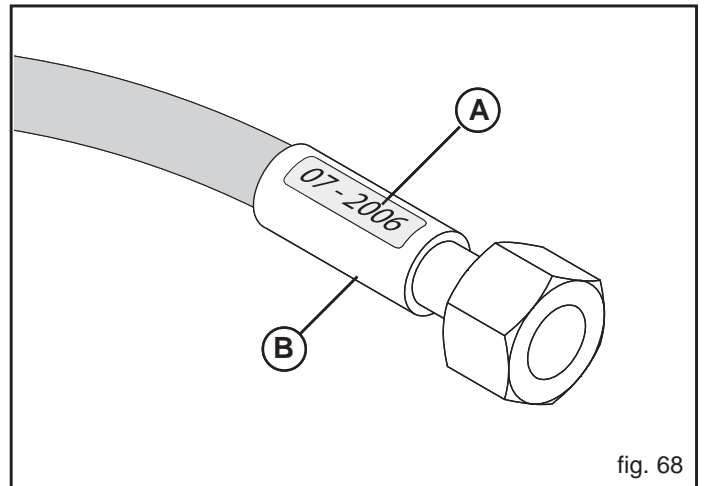

fig. 68
- Ölhydraulische Rohre dürfen nicht länger als 5 Jahre verwendet werden, auch wenn sie nicht benützt werden (natürliche Alterung). Auf Abbildung 68 (A) ist ein Beispiel zum Produktionsjahr der ölhydraulischen Rohre angegeben.
- Lecks in der Nähe der Einlagen (B, Abb. 68);
- Korrosion der Einlagen (B, Abb. 68);
- mehr als 5 Jahre seit dem Produktionsdatum vergangen sind (A, Abb. 68).